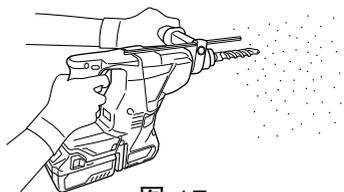

图 17
- (1) 安装钻头。
- (2) 将钻头尖端放在钻孔位置，然后拉动触发开关。(图 17)
- (3) 使用电动锤钻进行作业时，不需要用力推压。只要稍加按压，让钻碎的粉尘徐徐排出即可。
钻头碰到建筑物的钢筋时会立即停止转动。但电动锤钻又将随即转动(如图 17)，因此，必需握紧侧柄和操作柄。